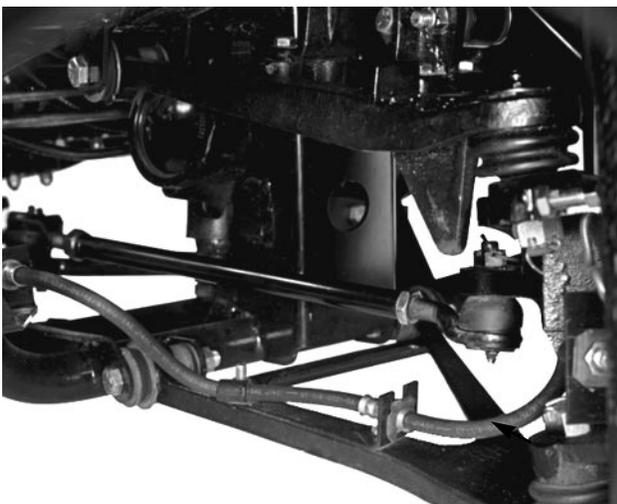

Bild 11
Die Schmierstellen und -mengen sind wie folgt: Enden der Spurstange (4) (Bild 11); Kugelgelenke vorne (4) (Bild 11); Antriebswellen hinten (6) (Bild 12); Lenkwelle (1) (Bild 13); Gelenkbüchsen vorne (2) (Bild 14) und Pedalgelenke (4) (Bild 15).